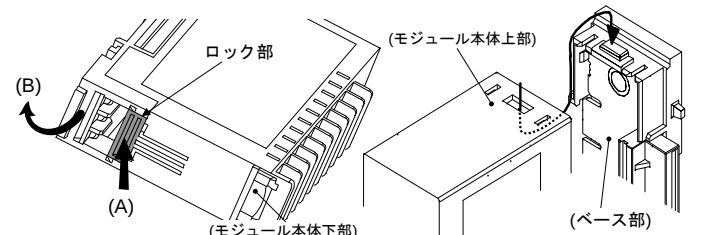

図 1: ベース部の取り外し 図 2: モジュール本体の取り付け
2. ロック部を押した状態で (A)、モジュール本体からベース部を取り外します (B)。(図 1)